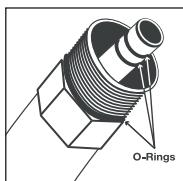

Figure 15
- Verify that o-rings are present on hose and not torn or damaged. Coat o-rings with light oil for installation to prevent damage. (*See Figure 15*)
- Vérifiez que les sceaux sont présents sur le boyau et ne sont pas endommagés ou déchirés. Enduire les sceaux avec de l'huile légère à l'installation afin de prévenir le dommage. (*Voir Fig. 15*)